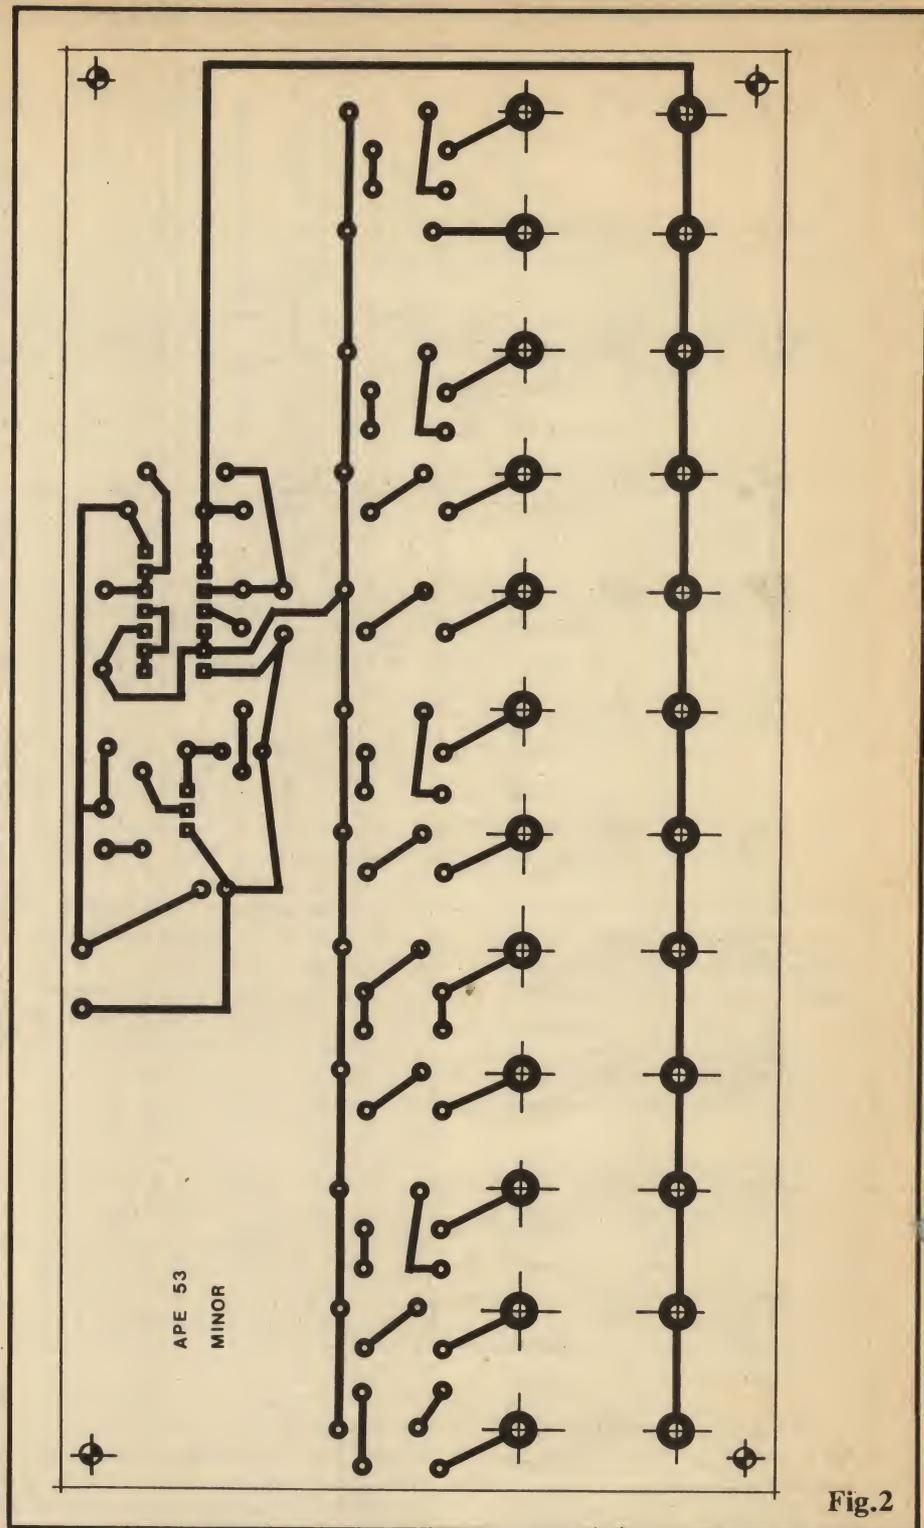

Fig.2
- FIG. 2 - LAY OUT DO CIRCUITO IMPRESSO ESPECÍFICO - Conforme já foi mencionado, o lay out do padrão cobreado de ilhas e pistas, inclui não só o substrato para implementação do circuito, como também a "base" eletro-mecânica do próprio "teclado"... Por tais razões, a placa não tem como ficar **muito** pequena (ainda assim, conforme se vê da figura, não resultou exageradamente grande...). A figura está em tamanho natural (escala 1:1), e deve ser "respeitada" em suas dimensões, proporções, afastamentos e organização, de modo a se obter um bom resultado visual e "mecânico" na montagem... Notar, especialmente, o conjunto de 12 pares de ilhas/furos, relativamente "avantajados", junto a face maior inferior da